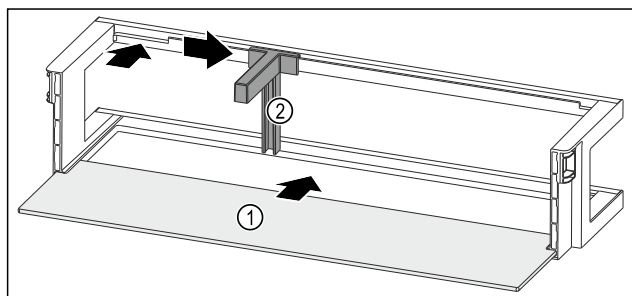

Fig. 131 Рафт на врата с рафт
- Вкарайте рафта Fig. 131 (1) в страничните прорези.
- Поставете преградата за бутилки Fig. 131 (2) в прореза.
- Плъзнете преградата за бутилки Fig. 131 (2) настрани до желаната позиция.